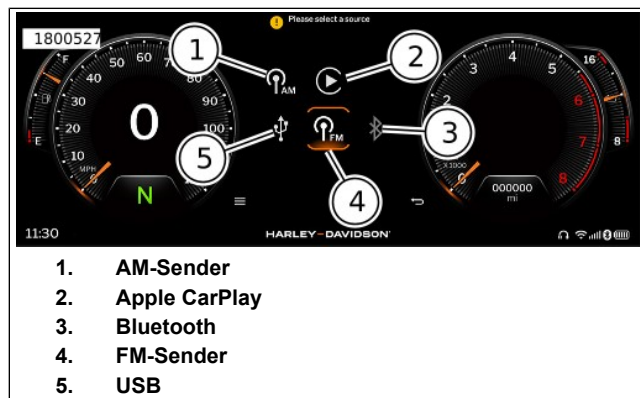

Abbildung 71. Quelle auswählen
Siehe Abbildung 71. Die gewünschte Medienquelle durch Drücken der OK/Eingabe-Taste (5) am LHCM oder Antippen des Symbols auf dem Bildschirm auswählen.